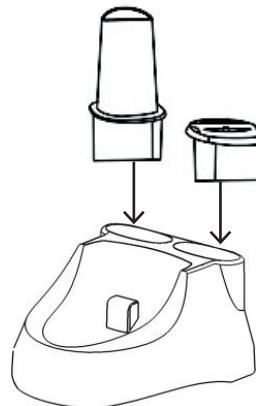

Abbildung 12
- Das Zubehör kann in den zu diesem Zweck vorgesehenen Fächern verstaut werden (Abb. 12).